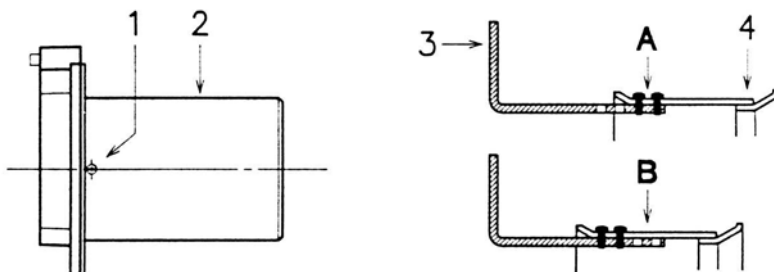

Рис. 10
- Отверните винты 1 (рис. 10) и снимите сопло 2;
- Переместите крепление штока 3 (рис. 10) из положения А в положение В, отодвинув воздушную заслонку 4;
- Установите обратно сопло 2 (рис. 10) и закрепите винтами 1.